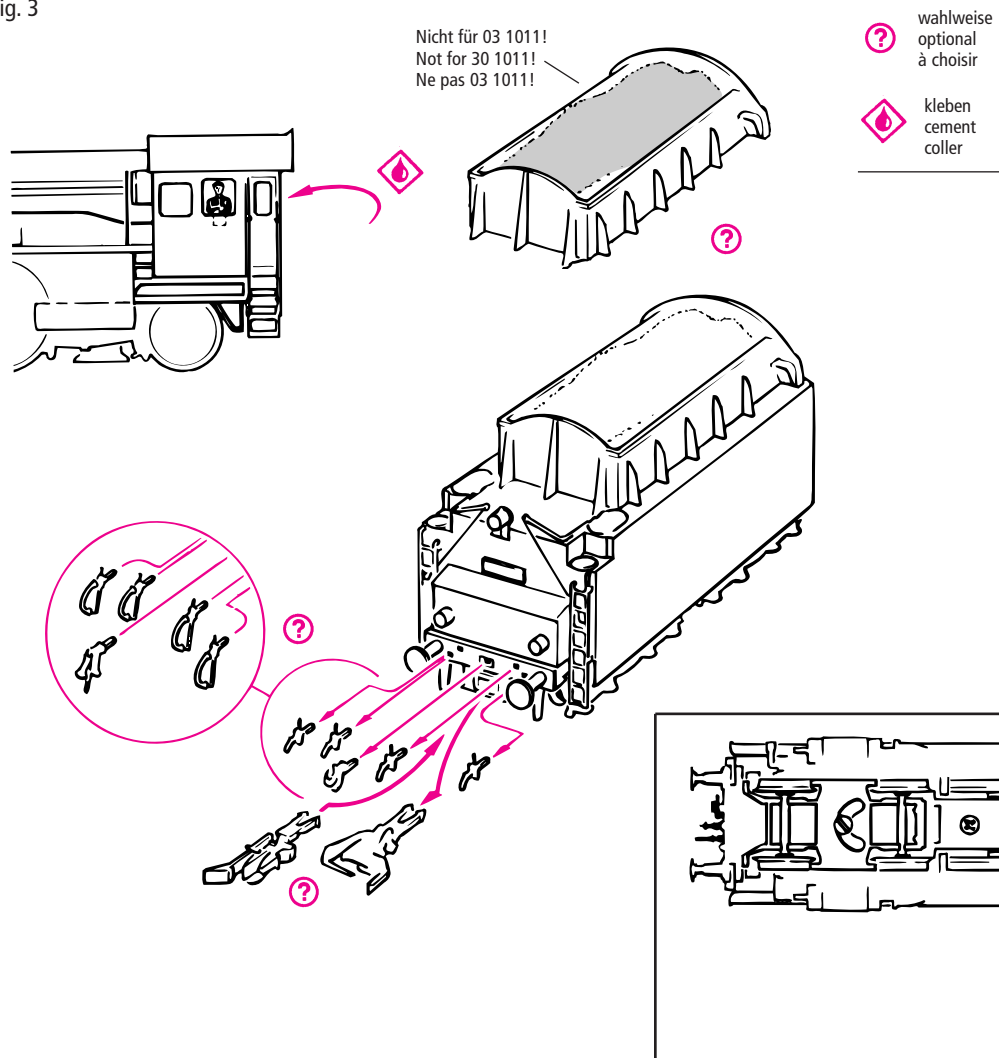
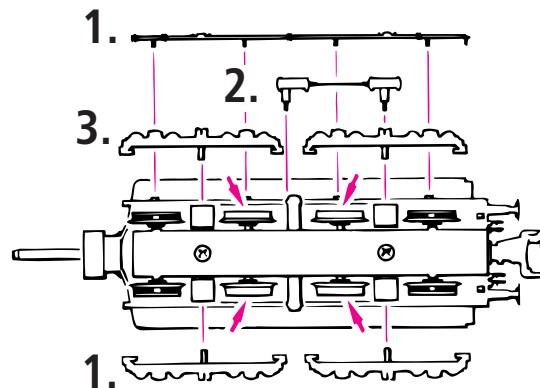
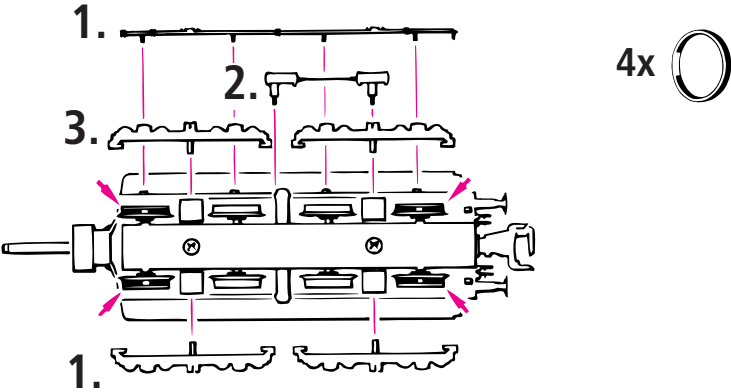

Fig. 4
Fig. 7
Fig. 12
Mehrzugbetrieb: Zuerst das Tendergehäuse abnehmen (Fig. 4). Danach den Brückenstecker aus der Schnittstelle entfernen (sorgsam aufbewahren). Zuletzt den Stecker der Steuerbausteines lagerichtig einsetzen (Fig. 6).
1. Reinigung der Radstromkontakte: Radstromkontakte können auf unsauberen Schienen leicht verschmutzen. Bitte **entfernen Sie vorsichtig** mit einem kleinen Pinsel **den Schmutz** an den in Fig. 9 gekennzeichneten Stellen. Dazu das Lokgehäuse (Fig. 7) bzw. die Drehgestellblenden abnehmen (Fig. 9).
2. Schmierung: Versehen Sie die im Schmierplan in Fig. 10 gekennzeichneten Stellen mit nur **kleinen Öltropfen**. Dazu zuerst das Lok- bzw. Tendergehäuse abnehmen (Fig. 7, Fig. 4). Wir empfehlen den **ROCO-Öler** Art. Nr. **10906**. Zur Schmierung der Getriebeteile (Zahnräder, Schnecke) empfehlen wir das **Roco-Spezialfett 10905**. Im Falle der Schmierung diese Teile bitte nicht ölen.
5. Kohlebürstenwechsel: Tendergehäuse abnehmen (Fig. 4). Danach wird der **Motor ausgebaut** (Fig. 10) und die **Kohlebürsten** ausgetauscht (Fig. 12).
Exploitation en télécommande multi-trains: Veuillez démonter d'abord la caisse du tender (fig. 4). Enlevez ensuite la fiche de shuntage de l'interface (à conserver!) et enfichez finalement la fiche du module de télécommande aux prises de l'interface. Veillez à la position correcte de la fiche (voir fig. 6).
1. Nettoyage des lames de contact aux roues: Les lames de contact risquent de s'encrasser rapidement sur des voies poussiéreuses. Veuillez **enlever la poussière** aux endroits marqués à la fig. 9 à l'aide d'un petit pinceau. Veuillez démonter d'abord la caisse de votre locomotive et les flancs de bogie du tender (fig. 7, fig. 9).
2. Graissage: N'appliquez qu'une tout petite goutte aux endroits indiqués par le plan de graissage (fig. 10) après avoir démonté la caisse du tender (fig. 7, fig. 4). Nous vous recommandons le **graisseur à huile ROCO réf. 10906**. Pour graisser les engrenages (roues dentées, vis sans fin) nous vous conseillons la **graisse spéciale Roco réf. 10905** pour engrenages en matières synthétiques. Lorsque vous utilisez cette graisse il faut éviter d'huiler ces composants.
5. Remplacement des balais du moteur: Démontez la caisse du tender (voir fig. 4). Sortez ensuite le moteur de son logement (voir fig. 10) et échangez finalement le balais (fig. 12).
Running in digital mode: First remove tender body (fig. 4). Then remove the jumper from the interface. Finally put the plug of the chip into the interface as shown in fig. 6.
1. Cleaning of wheel contacts: Wheel contacts easily get dirty on tracks which are not entirely clean. Use a small brush to **remove dirt** from spots marked in fig. 9. First remove loco body (fig. 7) and the tender bogie blind (fig. 9).
2. Lubrication: Apply **tiny oil drops** to spots marked in fig. 10. Prior to lubrication dismantle the loco body or the tender body (fig. 7, fig. 4). We recommend using item no. **10906, Roco oiler**. For lubrication the gear-parts (e.g. cog-wheels, worm) we would recommend our Roco **special grease** (item No. **10905**).
5. Carbon Brush Changing: First **remove** tender body (fig. 4), and then the **motor** (fig. 12).